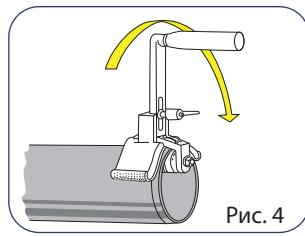
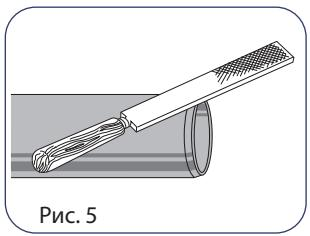

Рис. 4
Рис. 5
- б) С обрезанного края трубы следует снять фаску под углом 15°, применяя специальный инструмент для снятия фаски (рис. 4) либо бархатный напильник (рис. 5 ). Поверхность фаски должна быть гладкой во избежание повреждения кольцевого уплотнения при монтаже;